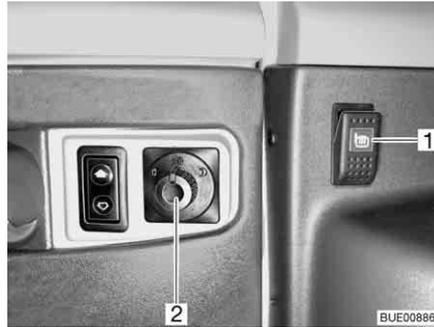
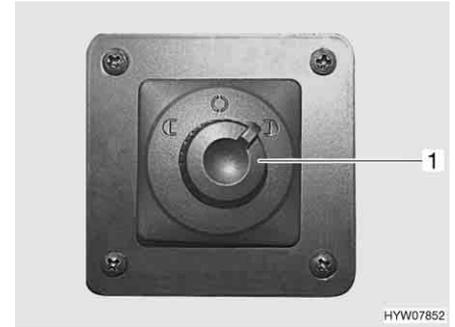

Bild 32 Schalteinheit für Außenspiegelstellung und Außenspiegelheizung
Bild 33 Schalteinheit für Außenspiegelstellung
- Den Außenspiegel, der eingestellt werden soll, wählen. Dazu den Drehschalter (Bild 32,2 bzw. Bild 33,1) nach links oder rechts drehen.
- Den Schalteinheit (Bild 32,2 bzw. Bild 33,1) in die gewünschte Richtung drücken.
- Den Schalteinheit (Bild 32,1) am Armaturenbrett drücken. Die Kontroll-Leuchte im Schalteinheit zeigt den Betrieb an.